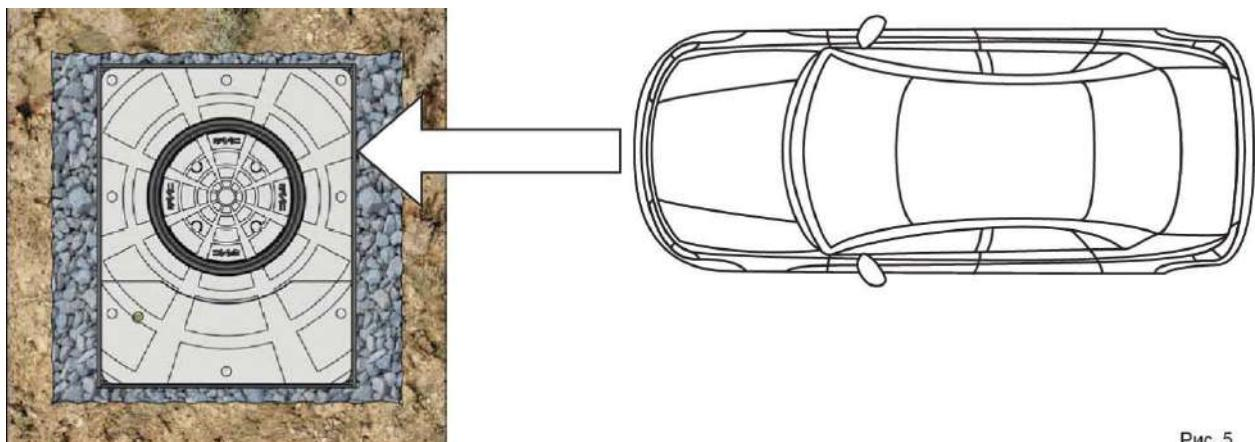

Рис. 5
**Внимание!** Соблюдайте направление проезда, как показано на рис. 5.